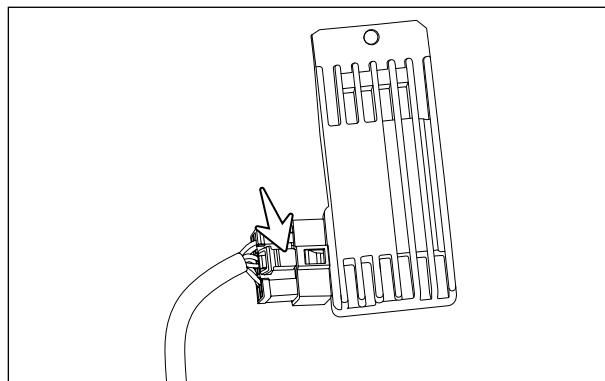

Fig. 5.6
- Ao desconectar o conector do regulador/retificador e o conector da bobina de pulso, pressione o centro da trava (seta) e puxe cuidadosamente. (Fig. 5.6)